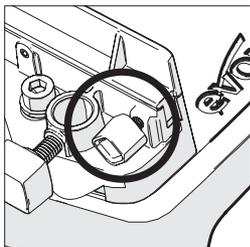

Abb. 5
- Lösen Sie die Verriegelungsschraube. (Abb. 5)